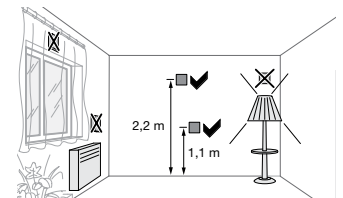
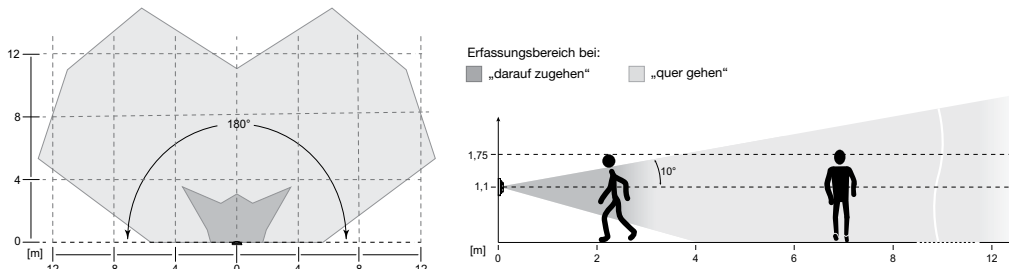

Fig. 7 : Lieu de montage de détecteurs de mouvements
Fig. 4a : Zone de détection du détecteur de mouvements pour une hauteur de montage de 1,1 m
- Éviter les sources de perturbation dans la zone de détection (Fig. 4a et 4b). Les sources de perturbation telles que les radiateurs, les systèmes de ventilation ou de climatisation et les luminaires refroidissants peuvent provoquer un déclenchement non désiré (Fig. 7). Pour éviter les influences perturbatrices, il est possible de limiter l'angle de détection